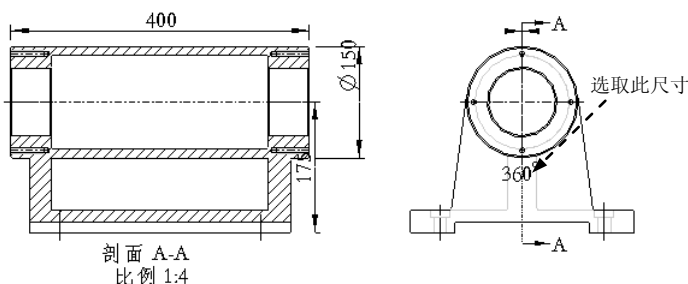

图 5.9.31 基准轴和尺寸显示
(1) 单击对话框顶部的按钮,在绘图区选中要显示基准轴的视图,工程图中显示所有的基准轴,如图 5.9.31 所示,然后在“显示模型注释”对话框中单击按钮。
(2) 单击应用按钮,显示基准轴。
(3) 单击对话框顶部的按钮。
(4) 在模型树中选取特征旋转 1,工程图中显示特征旋转 1 的尺寸,如图 5.9.31 所示,然后在“显示模型注释”对话框中单击按钮。
(5) 单击对话框中的确定按钮,完成尺寸显示。
(1) 选取图 5.9.31 所示的尺寸,右击尺寸文本,在系统弹出的快捷菜单中选择拭除命令,再在图形区的空白处单击,此时所选尺寸不可见。